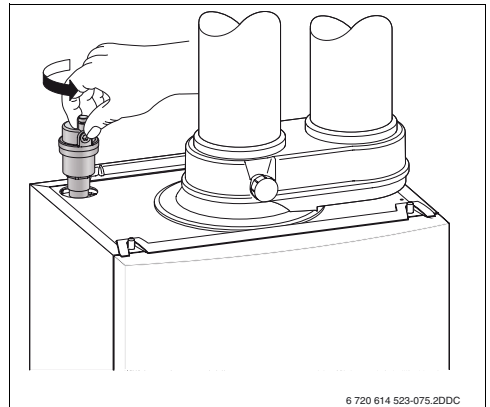

Fig. 5 Automatische ontluichter
- Draai, indien aanwezig, zowel het dopje van de automatische ontluichter aan de bovenzijde van het cv-toestel (→ fig. 5) als die van de automatische pompontluichter één omwenteling open.